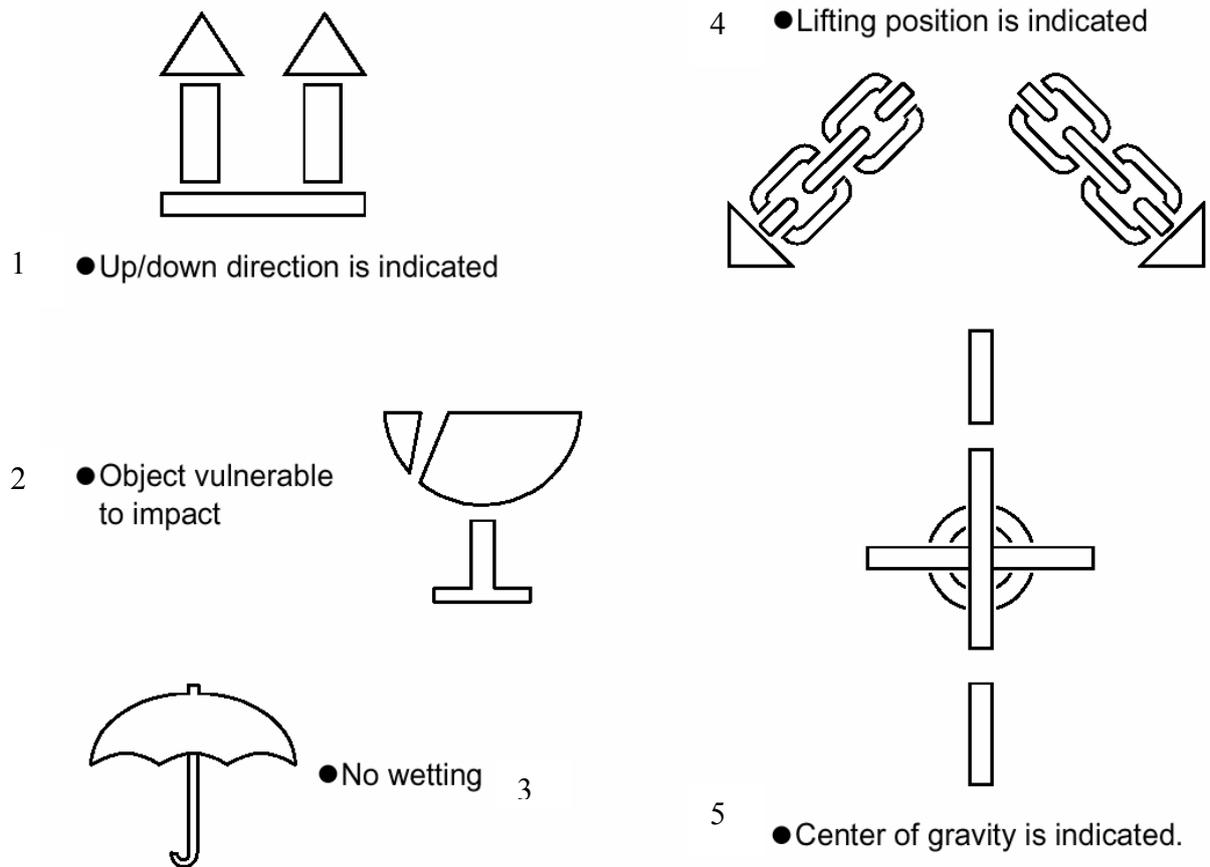

Рис. 1.4 Пример погрузочно-разгрузочной маркировки
1. Для разгрузки с грузовика или другого транспортного средства необходимо закрепить груз в двух или более точках с помощью каната или троса; нагрузка должна равномерно распределяться на канатах/тросах (Рис. 1.4)